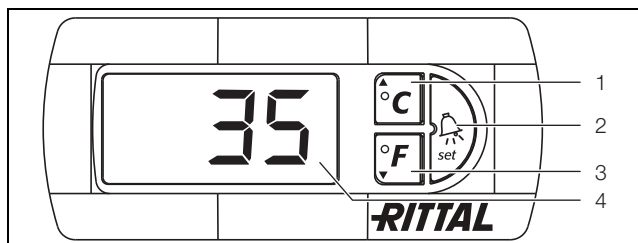

Imagen 16: Display y análisis del sistema del controlador e-Confort
El controlador e-Confort dispone de una indicación de 7 segmentos (imagen 16, pos. 4). En esta se muestra, tras la conexión de la fuente de alimentación, durante aprox. 2 segundos la versión actual del software. En servicio normal la indicación muestra tanto la temperatura (en grados Celsius o Fahrenheit, seleccionable), así como las indicaciones de fallo.
La programación del aparato se realiza a través de las teclas 1 – 3 (imagen 16). Los parámetros también aparecen en la indicación.
- Pulse simultáneamente las teclas 1 y 2 (imagen 16) durante mínimo 5 segundos.
Con las teclas 1, 2 y 3 (imagen 16) puede modificar 24 parámetros dentro de los niveles preestablecidos (valor teórico, valor mín., valor máx.)